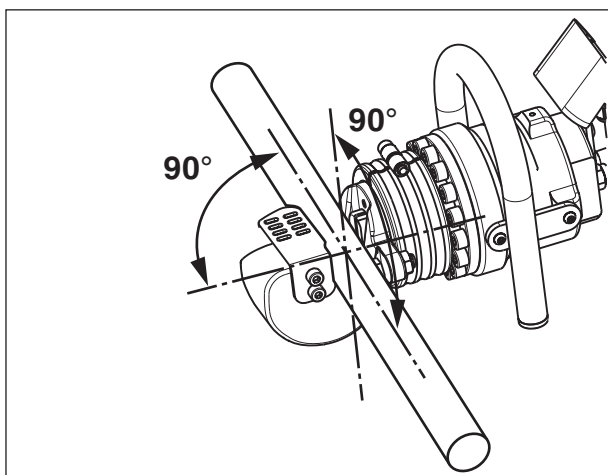

図7:カッティングヘッド内の材料の配置
切断対象の材料を両方のカッターブレードの間に配置して、図7に示すようにピストン軸に直交するようにします。これにより、最良の切断品質が得られるとともにカッターへの負荷量も最小限に抑えることができます。
3. 切断対象の材料を固定ブレードと可動ブレードの間に置きます。図7に示すようにピストン軸に直交するようにします。追加情報については、セクション8.5の指示内容を参照してください。